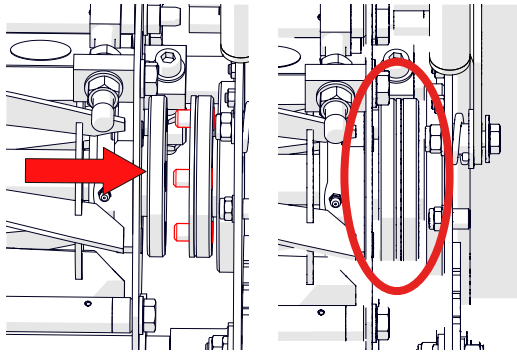

Fig. 11E - Bajar el nuevo casete y deslizar hasta fijarlo en las tres patillas
7. Deslice el casete hacia la parte izquierda de la máquina hasta que encaje completamente en las tres patillas del acoplamiento de accionamiento (Fig. 11E). Es posible que sea necesario girar ligeramente a mano el cilindro para alinearlos con las patillas. ⚠